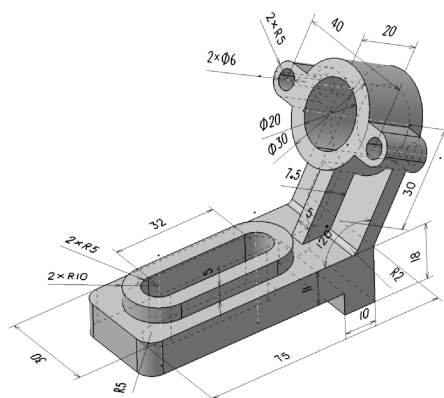

图 4-125 模型 3
(3) 根据三维标注的轴侧图画出如图 4-125 所示的零件模型。